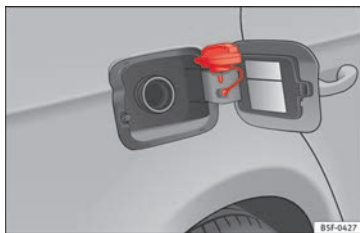

Bild 59 Tanklocket sitter fast på tankluckan.
- Placera det i fästet på den öppna tankluckan » **bild 59**.